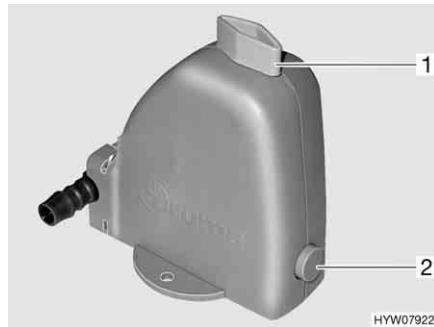

Fig. 201 Valve de sécurité et de vidange du chauffe-eau
Le chauffe-eau est équipé d'une valve de sécurité et de vidange (Fig. 201). La valve de sécurité et de vidange empêche que l'eau ne gèle dans le chauffe-eau lorsque le chauffage n'est pas allumé en cas de gel.
- Fermer la valve de sécurité et de vidange. Tourner pour cela le bouton rotatif (Fig. 201,1) dans le sens transversal par rapport à la valve de sécurité et de vidange et enfoncer le bouton-poussoir (Fig. 201,2).
- Ouvrir la valve de sécurité et de vidange. Tourner le bouton rotatif (Fig. 201,1) dans le sens longitudinal par rapport à la valve de sécurité et de vidange. Le bouton-poussoir (Fig. 201,2) ressort. Le chauffe-eau est vidé à l'extérieur par le biais de la valve de sécurité et de vidange.